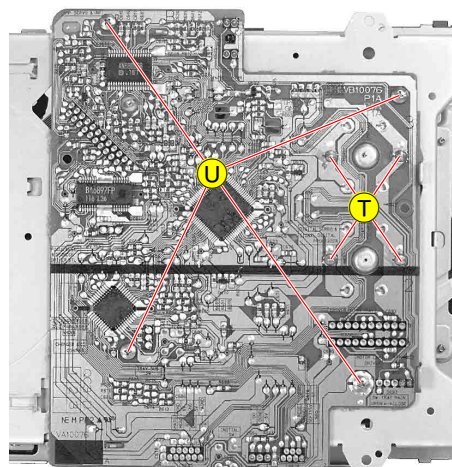

Fig. 12
- Die Motoranschlüsse **T** (Fig. 12) ablöten.
- 4 Schrauben **U** (Fig. 12) herausdrehen und die CD-Platte herausnehmen.
- Unsolder the motor connections **T** (Fig. 12).
- Undo 4 screws **U** (Fig. 12) and take out the CD board.